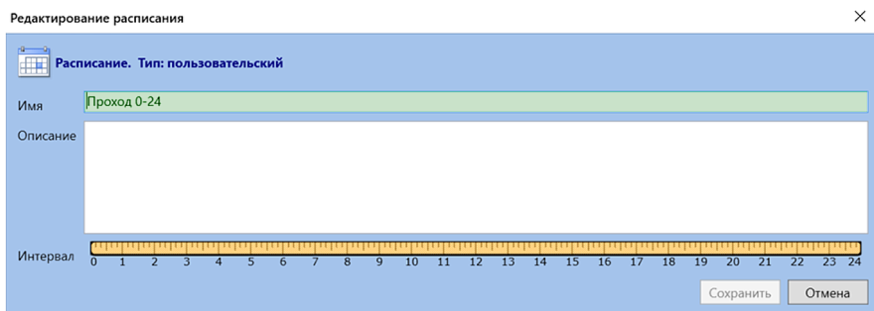

Рис. 17. Создание пользовательского расписания
1. Перейдите в модуль «Конфигурация СКУД» раздел «Расписания» и создайте пользовательское расписание, например «Проход 0-24» (рис. 17).